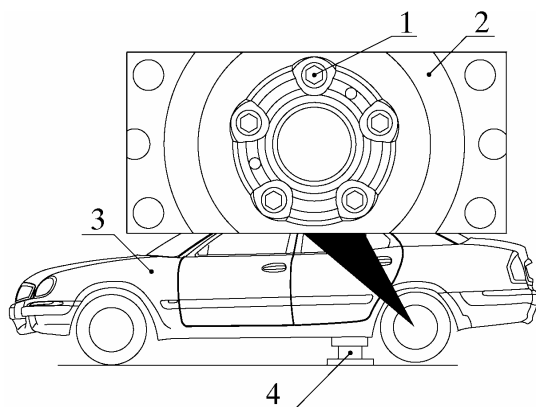

Рис. 11. Снятие левого заднего колеса:
6.10.1. Вывинтить пять болтов 1 (рис. 11) крепления левого заднего колеса 2 на 0,5 - 1 оборота